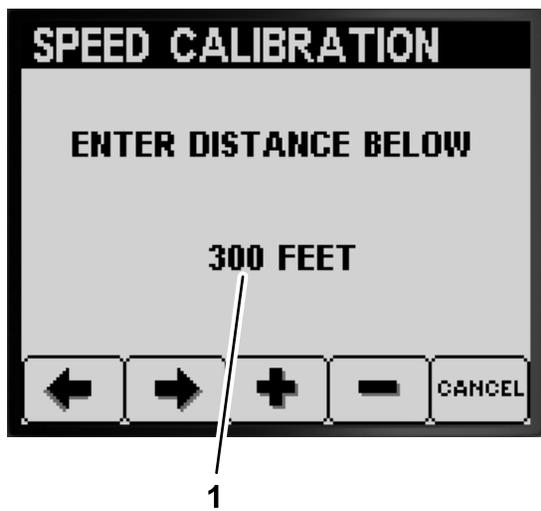

图 65
9. 进入 InfoCenter 信息中心使用 3 号或 4 号按钮更改输入的距离值然后按 2 号按钮 图 65。